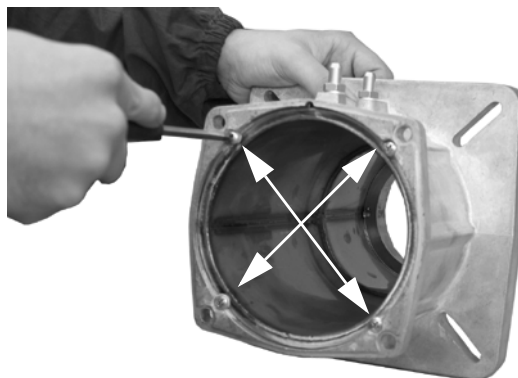

Fig. 5
- 3 Desfaceti cele 4 suruburi care ataseaza tunul de ardere la piesa cu flansa (Fig. 5).